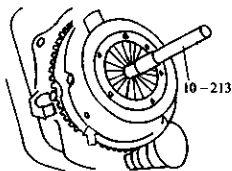

图 3-1 离合器的拆卸
2) 用专用工具 10-201 将飞轮固定 (如图 3-1 所示), 然后逐渐将离合器盖的固定螺栓对角拧松, 取下离合器盖总成, 并取下离合器从动盘。